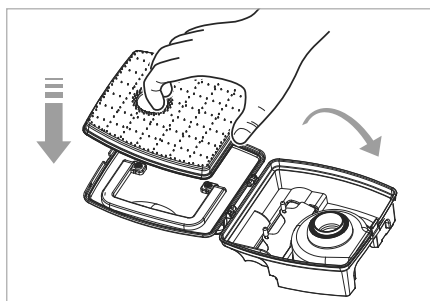

Fig. 14
- 7) Fixez le filtre EPA **9** contre le couvercle du bac à poussière **14** et rabattez-le en position fermée (voir fig. 14).